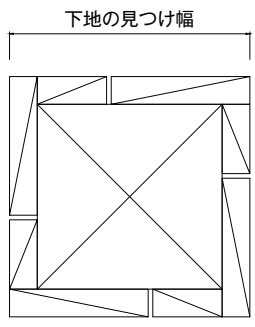

図1 下地の見つけ幅
- ▶ポーチ柱、袖壁の施工方法に応じて、下地の見つけ幅を確認する。必要に応じて下地を追加する。(図1参照)